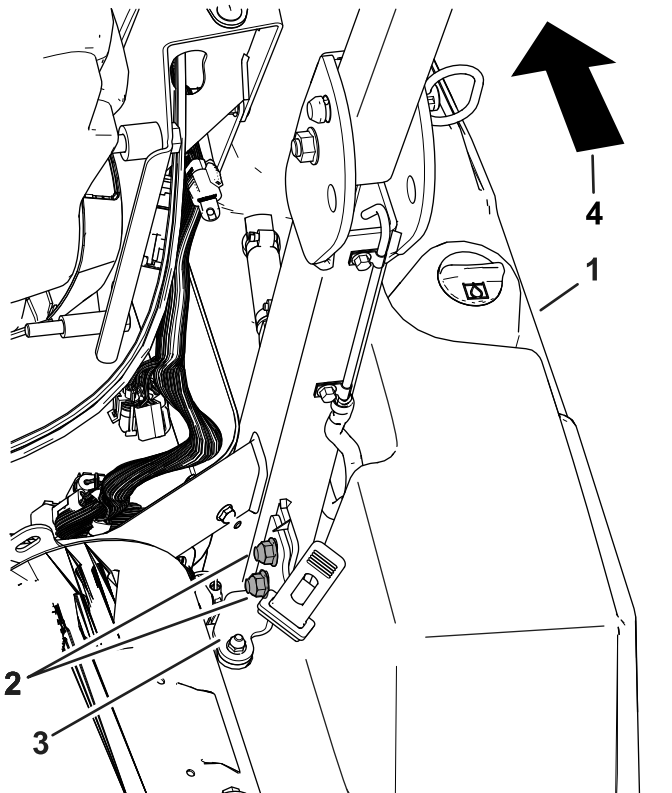

Figure 8
4. Montez le support arrière du réservoir derrière l'arceau de sécurité à l'aide des boulons retirés précédemment. Appuyez sur le support pendant que vous serrez les boulons. Voir Figure 8.